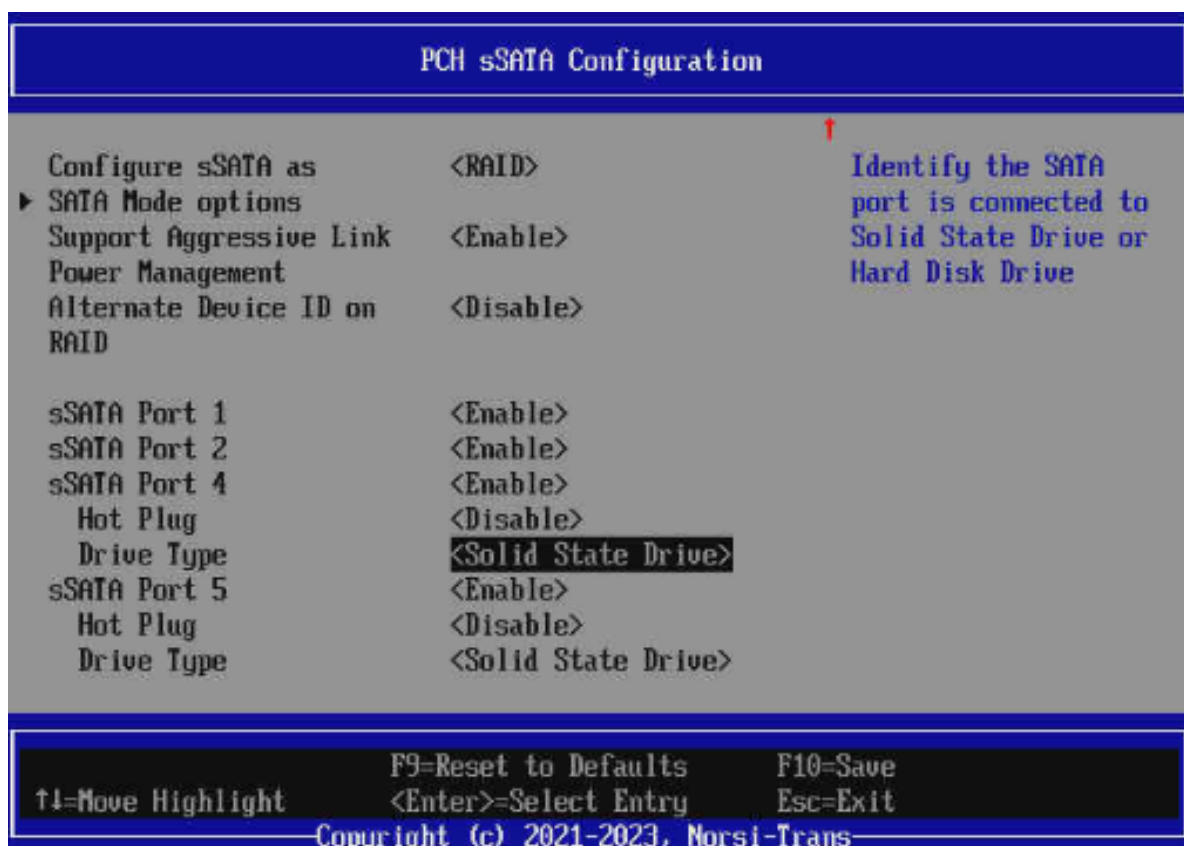

Рис. 78. Меню PCH SATA Configuration
- 2) Перейдите во вкладку «PCH sSATA Configuration» и 3. Переключаем режим «AHCI» на «RAID» в пункте «Configuration sSATA as...». Окно показано на рис. 78 Меню PCH SATA Configuration.